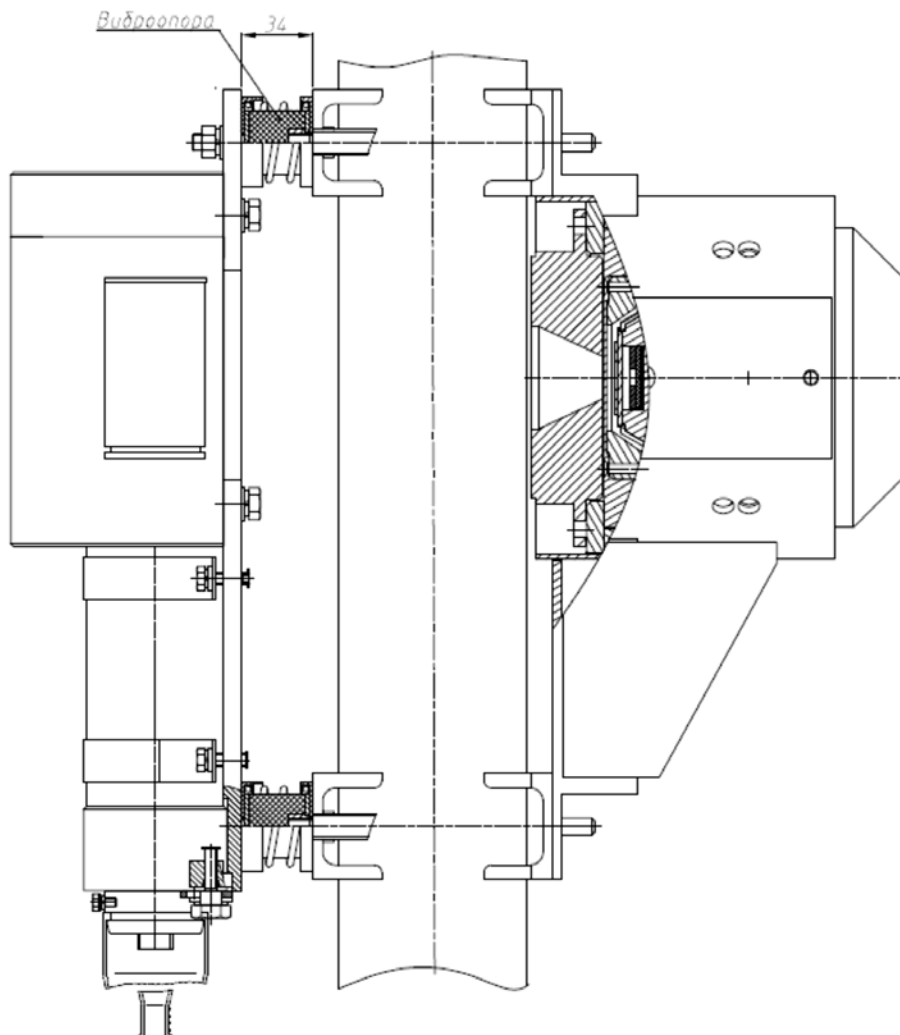

Рис.2.2.9. Плотномер с устройством крепления на виброопорах.
2.2.8.7 При амплитуде вибрации трубопровода более 0,15 мм используется устройство крепления с виброопорами. Такое устройство крепления показано на рис.2.2.9.